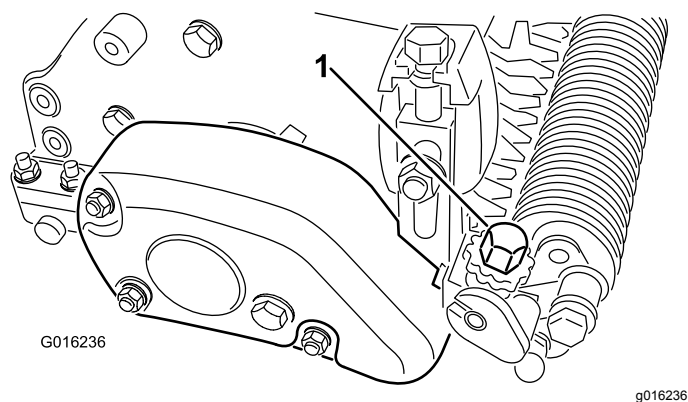

Рисунок 25
5. На одном конце вала механической щетки измерьте расстояние от самой нижней кромки уборочного ножа до рабочей поверхности. Поворачивайте головку регулировки высоты механической щетки (Рисунок 25) для подъема или опускания кромки ножа на требуемую высоту во время ухода. Каждое положение ручки регулятора соответствует примерно 0,08 мм глубины механической щетки.